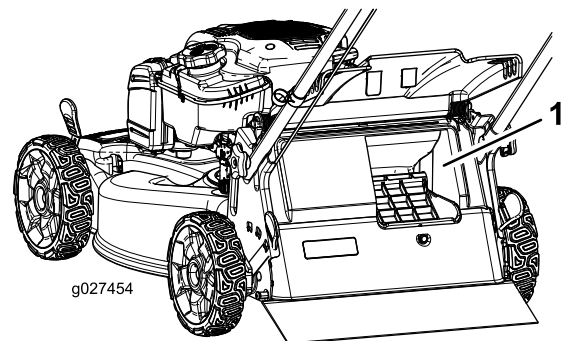

Figure 22
**Important:** Pour que le ramassage s'effectue correctement, enlevez les déchets d'herbe et autres qui se trouvent sur le volet de ramassage sur demande et l'ouverture (Figure 22) avant de changer la position du levier de ramassage sur demande.